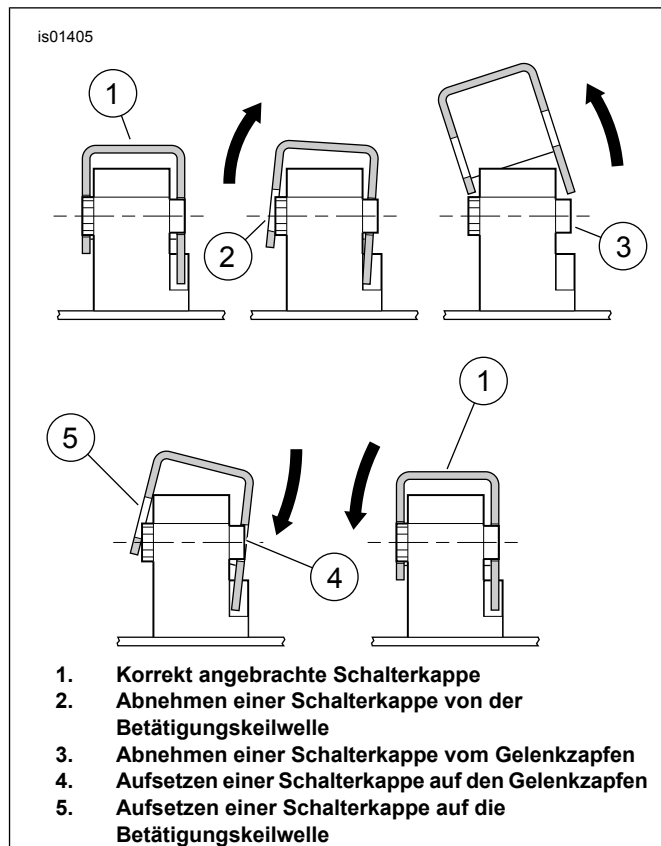
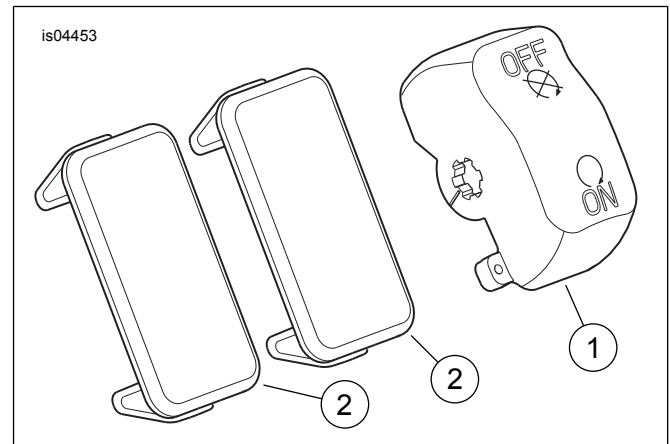

Abbildung 3. Ausbauen und Austauschen von Schalterkappen
Abbildung 5. Ersatzteile, EIN/AUS-Schalterkappensatz
Siehe Abbildung 5 und Tabelle 1.
3. **ALLE Anwendungen:** Siehe Abbildung 3. Den Schalter mit der Bezeichnung „OFF“ (Aus) an der rechten Seite ansehen. Die schwarze Schalterkappe behutsam nach oben und von der Betätigungskeilwelle (2) an der Schalteroberseite wegdrücken.
4. Die Schalterkappe von dem Gelenkzapfen (3) an der unteren Seite des Schalters nach oben abhebeln und Kappe abnehmen.
5. Siehe Abbildung 5. Die verchromte Ersatzschalterkappe aus dem Satz nehmen.
6. Siehe Abbildung 3. Die verchromte Kappe auf den Schalter setzen und dabei das Loch in der Unterseite über den Gelenkzapfen (4) am Schalter ziehen.
7. Die verchromte Schalterkappe behutsam nach unten auf die Betätigungswelle mit Keilnut (5) drücken und dabei hin- und herbewegen, bis die Welle in die Aussparung einschnappt.